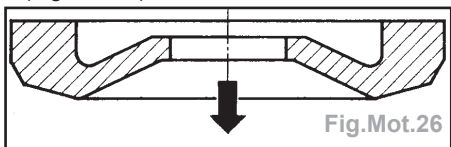

Fig.Mot.26
- Position de montage du joint de protection thermique : flèche orientée vers la culasse (Fig.Mot.26).